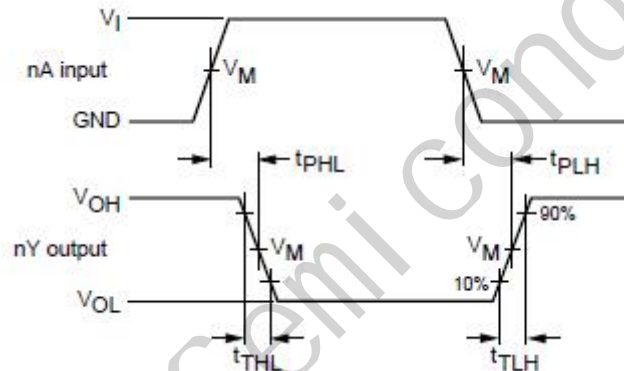

图 6、数据输入 (nA) 到输出 (nY) 的传输延时和输出转换时间
**3.3.5、交流参数 1** ( $T_{amb}=25^{\circ}\text{C}$ ,  $\text{GND}=0$ ,  $t_r=t_f=6.0\text{ns}$ ,  $C_L=50\text{pF}$ , 见图 6、图 7)
**3.3.6、交流参数 2** ( $T_{amb}=-40 \sim +85^{\circ}\text{C}$ ,  $\text{GND}=0$ ,  $t_r=t_f=6.0\text{ns}$ ,  $C_L=50\text{pF}$ , 见图 6、图 7)